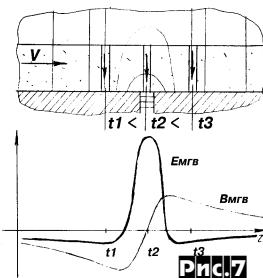
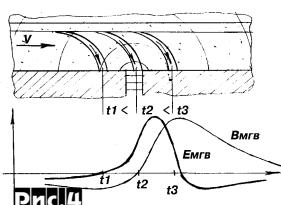

Рис.7
Рис.4
- Phase - график изменения фаз частотных составляющих (*рис.7*)
разработку. Первый усилитель, сделанный нами, так в производство и не пошёл, хотя мы были весьма довольны звуком и параметрами схемы. Это был весьма мощный и технически совершенный усилитель мощности (150 ватт при искажениях менее 0,01% в звуковом диапазоне частот). Схема выходного каскада для этого усилителя была уже другой - в упрощенном виде она показана на **рис. 4**. Как можно видеть, N-канальный транзистор разделителя фаз уступил место P-канальному и в окончательном варианте выходной каскад является мощным повторителем с простой схемой и весьма впечатляющими параметрами, даже без применения ООС: выходное сопротивление менее 0,3 Ома и иска-
При записи короткого импульса, аналогичного дельта-импульсу, используемому при анализе импульсных и частотных характеристик радиотехнических устройств и систем, воспроизведение приведет к таким изменениям магнитного потока МГ воспроизведения B_{MgB} и ЭДС этой головки, которая пропорциональна первой производной от магнитного потока - рис.4. Отмеченная асимметрия является причиной нелинейных, частотных и фазовых искажений, обусловленных способом записи.
Наличие ДМ при воспроизведении дает меньший эффект в смысле коррекции АЧХ, но обеспечивает практический полный экранирование МГ воспроизведения и устранение шумов, связанных с наводками от двигателя, что особенно актуально в малогабаритных аудиоплеерах. Процесс дифференцирования, приводящий к подъему верхних частот, поясняется рис.7, аналогично рис.4. При прочих равных условиях форма импульса э.д.с. МГ воспроизведения более симметрична, амплитуда значительно больше, а фаза совпадает с моментом прохождения середины РЗ, в отличие от традиционного способа - на рис.4 заметно значительное запаздывание и асимметрия импульса.